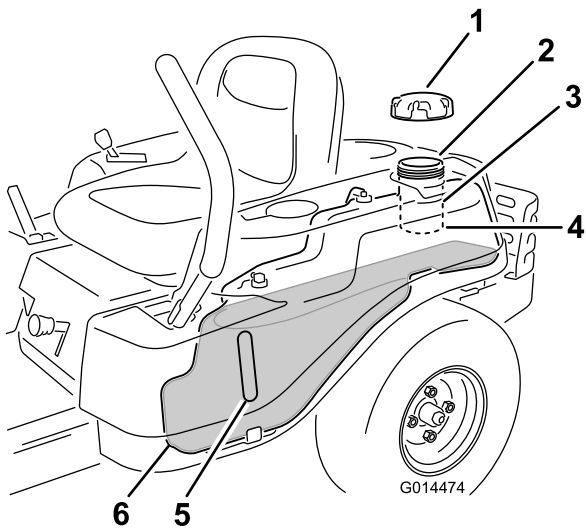

Figura 10
**Nota:** Puede utilizar la mirilla de combustible para verificar la presencia de gasolina antes de llenar el depósito (Figura 10).
2. **Añada gasolina sin plomo** lentamente Figura 10 hasta que el combustible llegue a la base del cuello de llenado (Q).